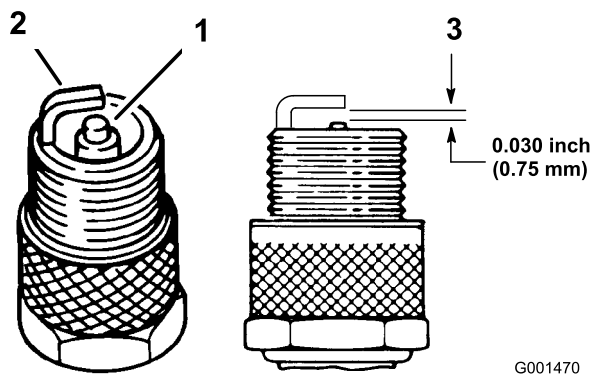

Figura 26
1. Mire la parte central de las bujías (Figura 26). Si se observa un color gris o marrón claro en el aislante, el motor está funcionando correctamente. Si el aislante aparece de color negro, significa que el limpiador de aire está sucio.
3. Compruebe la separación entre los electrodos central y lateral (Figura 26). Si la distancia no es correcta, doble el electrodo lateral (Figura 26).